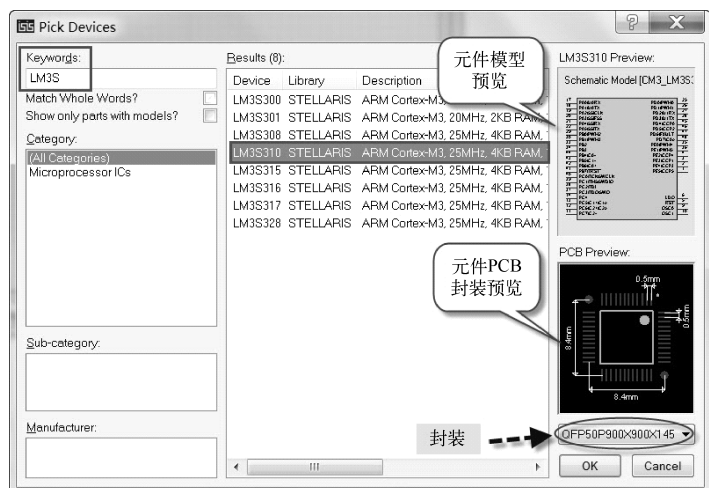

图 2-5 便捷的查找所需元器件方法
2) 在键盘上敲字母 P 或单击预览窗口下面的 P 字母，打开器件选择对话框，在弹出的对话框“keywords”栏中输入 LM3S3，其查询结果如图 2-5 所示。